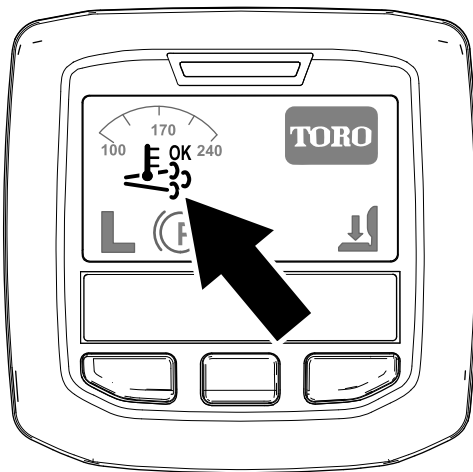

Figura 36
- Aparece el icono de regeneración de asistencia/restablecimiento en el InfoCenter (Figura 36).